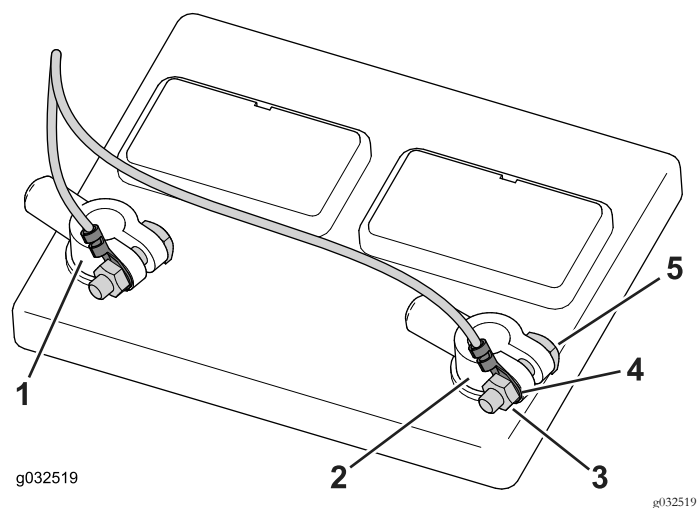

Рисунок 42
1. Ослабьте и снимите с аккумуляторной батареи зажим отрицательного штыря, а затем зажим положительного штыря (Рисунок 42).
3. Наденьте отрицательную кольцевую клемму на болт зажима отрицательного штыря и заверните, не затягивая, гайку (Рисунок 42).
4. Наденьте положительную кольцевую клемму на болт зажима положительного штыря и заверните, не затягивая, гайку (Рисунок 42).
5. Установите зажим положительного штыря на положительный штырь аккумуляторной батареи, а затем зажим отрицательного штыря на отрицательный штырь аккумуляторной батареи (Рисунок 42).